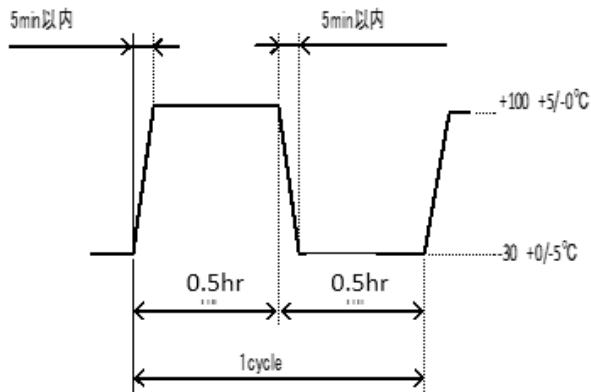

Fig4.温度プロファイル Thermal profile
- 4) 試験槽に 102deg C (0.5h) → -32deg C (0.5h) を 1 サイクルとした 500 サイクルのプログラムを入力する。(Fig4)
- 4) Enter 500 cycles program with 102 degC (0.5 hr) → -32 degC (0.5 hr) as one cycle in the test chamber. (Fig4)